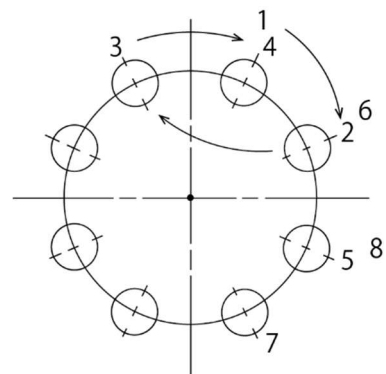

図 11 フランジボルトの増し締め順序
- f) フランジボルトの増し締め順序は、1 本おきに往復しながら順次全周を数回にわたり、ガスケットを均等に圧縮するように締め付けを行って下さい。(図 11 参照)